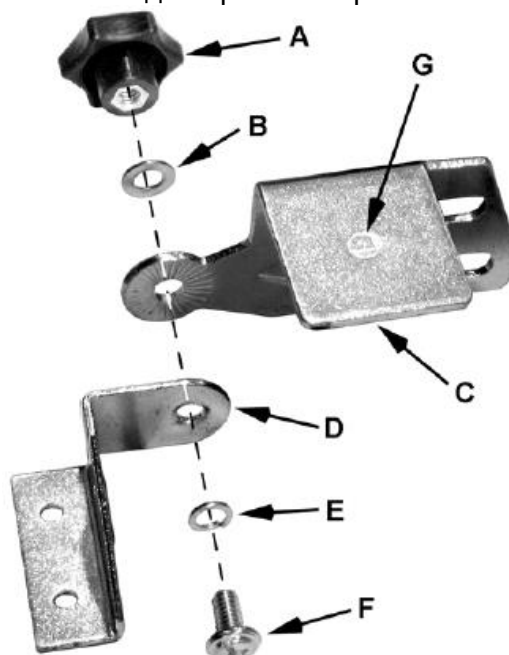

Рис.1
- 2 Скоба (D) (см. примечание)
- 2 Ручка замка (A)
- 2 Искрогаситель (C) (см. примечание)
- 2 1/4"x1/2" Винт (F)
- 2 1/4" Шайба (B)
- 2 1/4" Шайба-гровер (E)
Примечание: Скоба (D) и искрогаситель (C) имеют маркировку «L» (G, Рис. 1) для левой стороны и «R» для правой стороны.
- 1 Соберите левый искрогаситель и скобу экрана согласно *Рис.1* они имеют маркировку «L»
Примечание: Подручники бывают, левый и правый см. рис. 1 чтобы гарантировать правильность их установки.